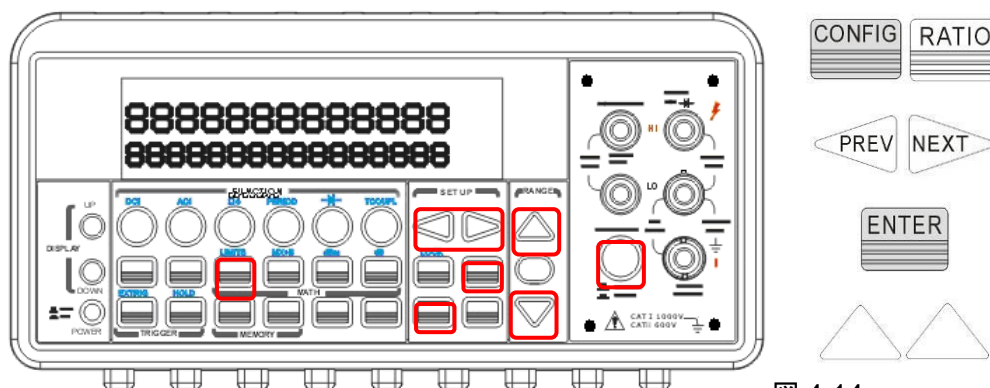

図 4-14
- ① TERMINALS ボタンで前面端子または背面端子の選択をします。
- ② 図 4-14 に示すように、リファレンス DC 電圧を前面パネルの RATIO REF 端子に、入力 DC 電圧を INPUT 端子に入力します。
- ③ RATIO REF の LO 端子と INPUT の LO 端子を接続します。
- ④ 前面パネルの RATIO ボタンを押してディスプレイの測定値を読み取ります。